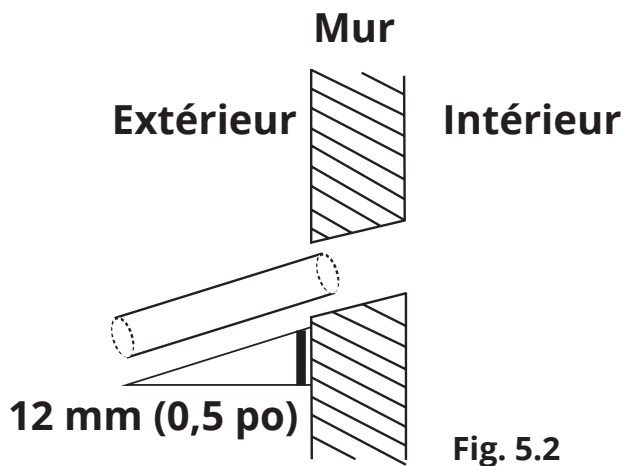

Fig. 5.2
2. Ensuite, à l'aide d'une perceuse de 65 mm (2,5 po), percez un trou dans le mur pour permettre au tuyau de drainage d'être acheminé vers l'extérieur du bâtiment. Lorsque vous percez le trou, veillez à ce qu'il soit légèrement incliné vers le bas, de sorte que l'extrémité extérieure du trou soit plus basse que l'extrémité intérieure d'environ 12 mm (0,5 po). Cela permettra d'assurer un bon drainage. Veuillez vous référer à la **Fig. 5.2** ci-dessous pour vous guider.